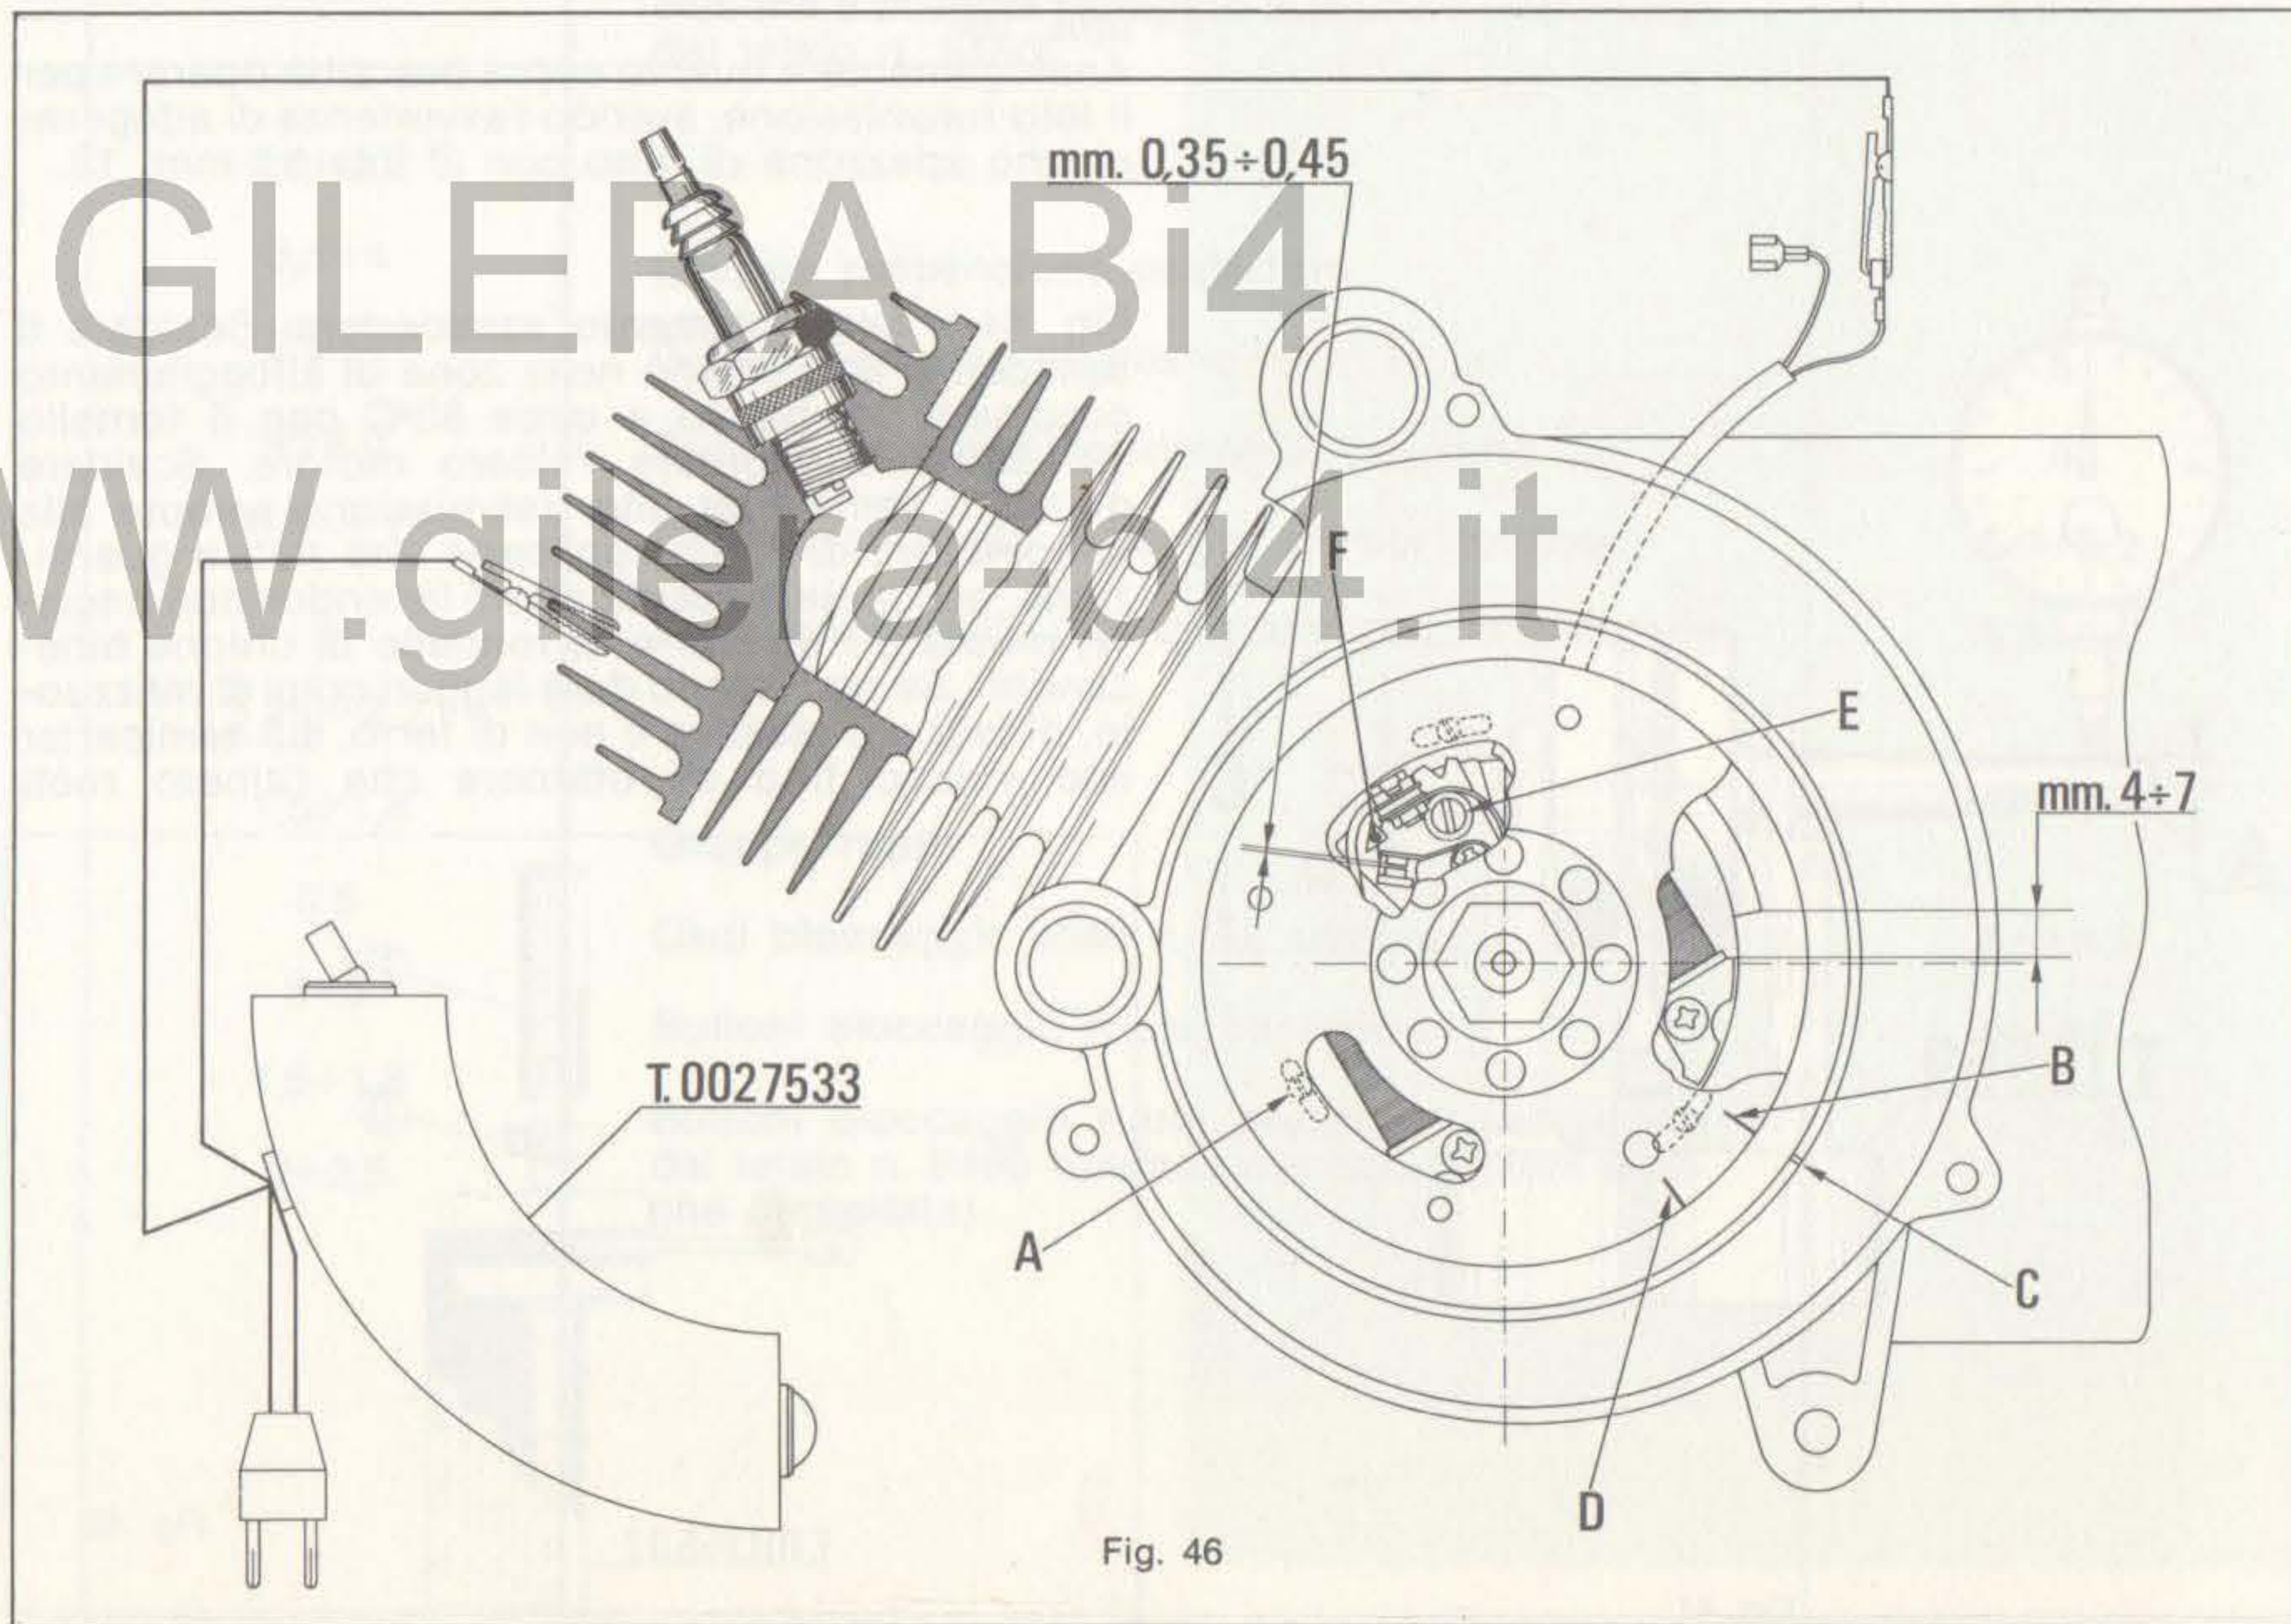

Fig. 46
a) - Togliere il rotore, allentare le viti di fissaggio, statore «A» fig. 46 e rimontare il rotore.
c) - Ruotare il supporto bobine in modo da far assumere alla bobina di alimentazione bobina **A.T.** esterna la posizione indicata in fig. 46 e ribloccare le viti di fissaggio statore «A».